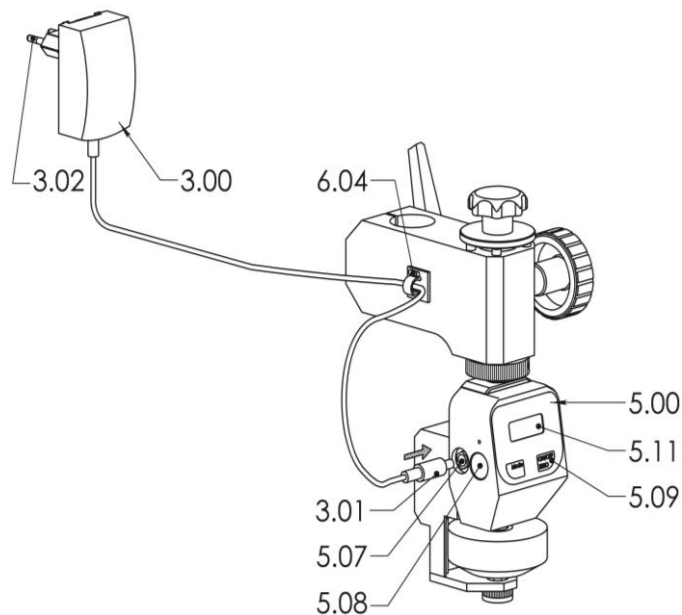

РИС. 12 ПОДКЛЮЧЕНИЕ ИЗМЕРИТЕЛЬНОГО УСТРОЙСТВА
- Проведите силовой кабель через фиксатор (= направляющая) (6.04,Рис.12).
- Вставьте штекер (3.01,Рис.12) комплекта питания от сети (3.00,Рис.12) в разъем (5.07,Рис.12) измерительного устройства (2.00,Рис.12).
- Вставьте вилку (3.02,Рис.12) комплекта питания от сети (3.00,Рис.12) в розетку.
- i** Измерительное устройство (5.00,Рис.12) включится и прозвучит сигнал.
- Вставьте кабель данных в устройство сопряжения (5.08,Рис.12) для дальнейшей обработки результатов. См. "Технические характеристики"
- !** Измерительное устройство (5.00,Рис.12) можно включить, только, когда индентер свободно двигается, так как расстояние измерений сбрасывается на ноль автоматически.
- Включите измерительное устройство (5.00,Рис.12) кнопкой ON/OFF/ZERO (5.09,Рис.12).
- i** При включении Вы услышите короткий звуковой сигнал. На дисплее (5.11,Рис.12) коротко отобразится установленное время. Затем появится значение "0.0".